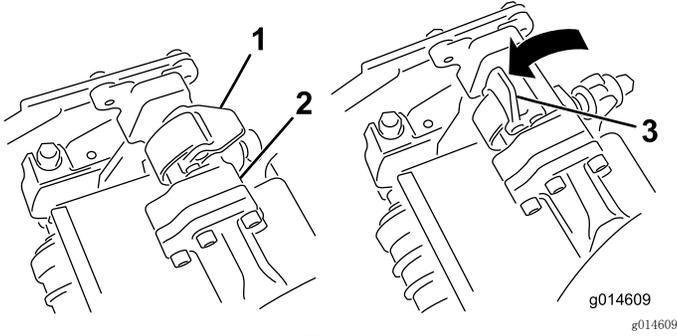
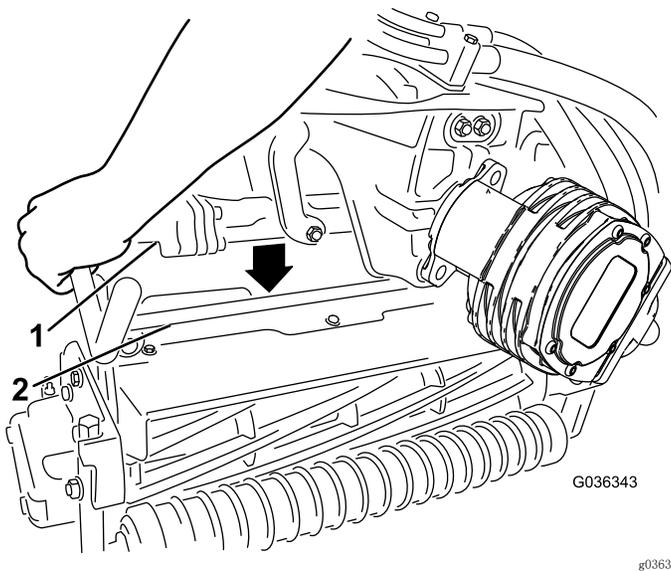

图 54
图 55
4. 当悬挂臂杆上的闩锁指向上方（即打开）时（图 54），向下压悬挂臂，使悬挂臂杆与滚刀组上方的支架相契合（图 55）。
5. 向下并绕着滚刀组横杆关闭闩锁，将它们锁定到位（图 54）。
5. 打开您正在拆下的滚刀组悬挂臂上的闩锁（图 54）。